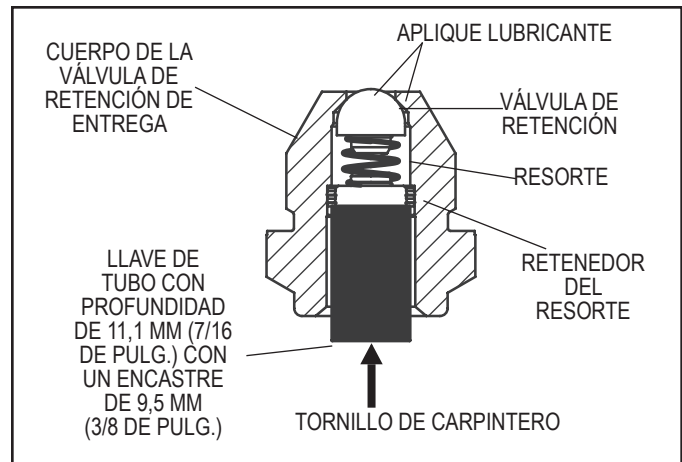

FIGURA 12 - VÁLVULA DE RETENCIÓN DE ENTREGA VERTICAL
3. Ponga el retenedor, resorte y subconjunto de la válvula de retención en el alojamiento de la válvula de retención. Presione el retenedor usando una llave de tubo de 11,1 mm (7/16 de pulg.) con un encastre de 9,5 mm (3/8 de pulg.) y un tornillo de carpintero como se muestra en la figura 12.